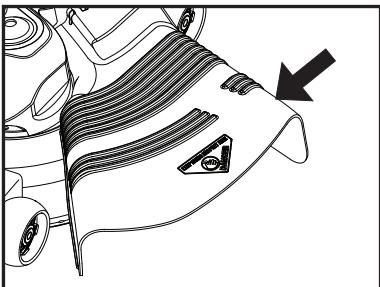

図 10
**注意:** 芝刈機を運転する際は、必ず、グラスキャッチャーを芝刈機に取り付けるか、またはデフレクターシートを所定の位置に装備してください（図 10）。